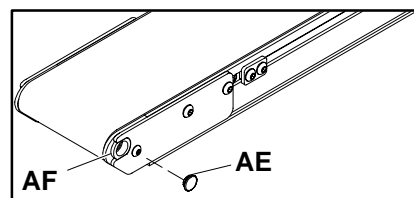

Figure 14
Toutes les positions non entraînées disposent d'un bouchon de plastique (AE de la figure 14) installé sur les extrémités de la poulie qui retient les entretoises (AF). Utilisez un petit tournevis plat pour retirer ce bouchon.
Mettez le bouchon plastique (AE de la figure 14) dans les extrémités des entretoises de maintien de la poulie (AF).